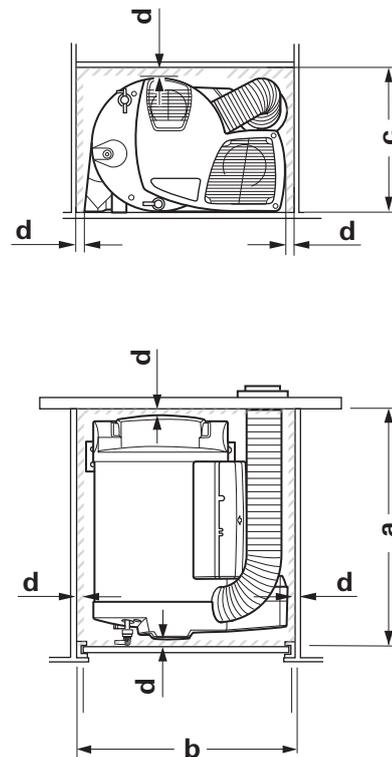

Abb. 8
- Der Abstand des Gerätes zu den umliegenden Möbel- oder Fahrzeugteilen muss allseitig mindestens 10 mm (zur Wasseranschlusseite mindestens 5 mm) betragen (Abb. 8).